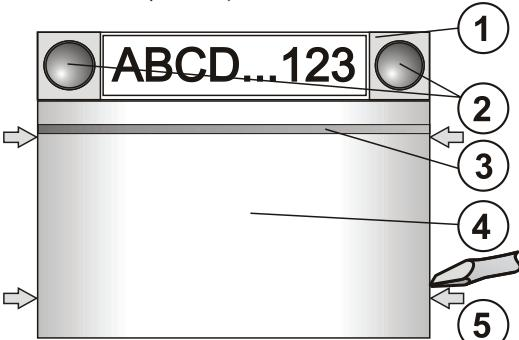

Figura: 1 – segmento de controlo; 2 – botões de segmento; 3 – botão de activação com luz de fundo; 4 – módulo RFID; 5 – abas para abertura do módulo;
1. Pressione as quatro abas (5) nas laterais (ver Fig. 1), uma a uma e liberte o módulo da base de plástico.
6. Conecte o cabo de bus aos terminais de bus (9).
7. Ligue os fios do segmento ao conector interno do módulo (7).
- a. Quando o dispositivo é alimentado, o LED amarelo (3) pisca repetidamente para indicar que o módulo não está registado no sistema.